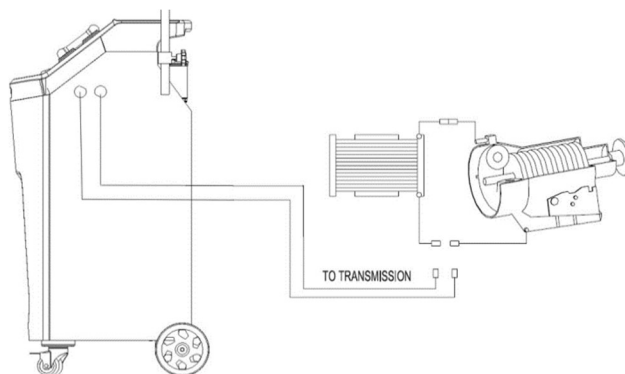

Рис. 6
1.7. Подсоедините две масляные трубки, обозначенные «К ТРАНСМИССИИ» на GD-505, к обоим концам отсоединенной масляной трубки автоматической коробки передач (нет необходимости учитывать направления потока, система автоматически распознает вход и выход), как показано на рис. 6.